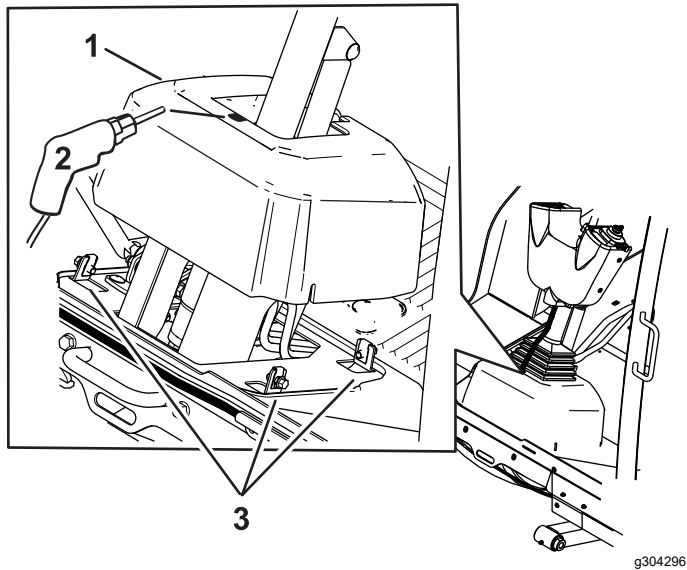

Figura 9
8. Afloje los pernos alrededor de la base de la columna de dirección (Figura 9).
9. Levante la base y perfore un orificio de 22 mm ($\frac{7}{8}$ "), como se muestra en la Figura 9.